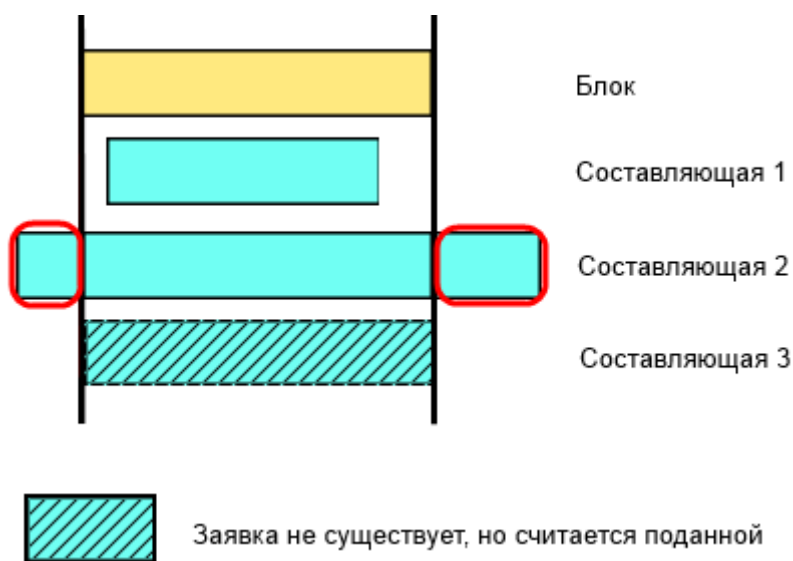

Рисунок 13.74 – Заявки на блок и все составляющие, сроки ремонта составляющих пересекаются со сроком ремонта блока
- производится анализ структуры блока, считаются поданными заявки на все составляющие блока в те же сроки, что и заявка на блок (Рисунок 13.74);